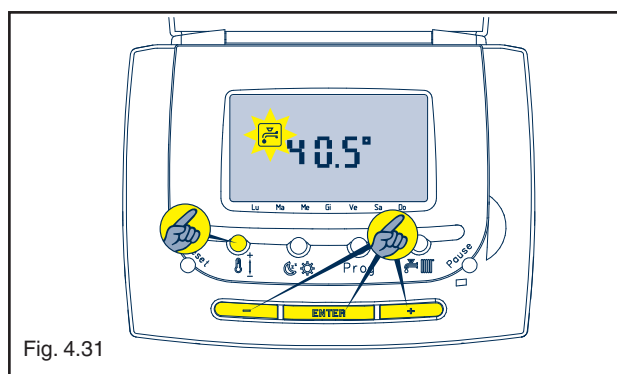

Fig. 4.31
- Premere il tasto , sul display l'indicatore  comincia a lampeggiare ed appare la temperatura attuale dell'acqua sanitaria (fig. 4.31)